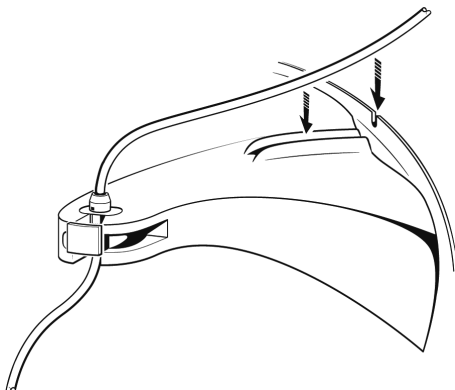

Figure 5. Placer la tubulure dans l'encoche du bord de la centrifugeuse.
8. Pousser la tubulure vers le bas dans la rainure sur le bras de support et placer la tubulure dans l'encoche sur le bord de la centrifugeuse (voir la figure 5).